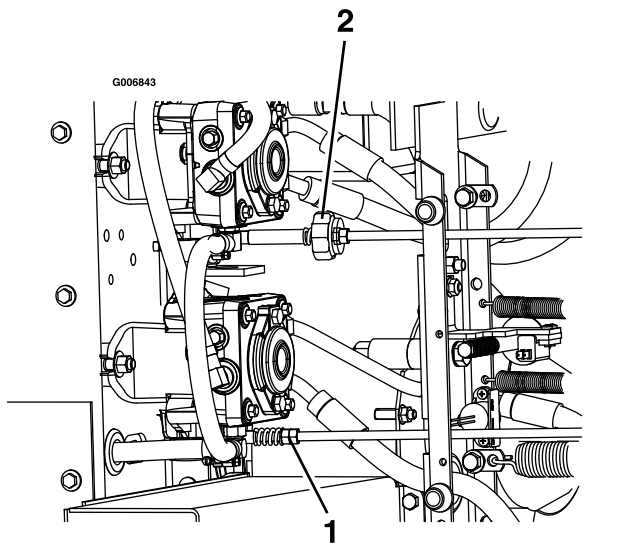

Figura 55
9. Para obtener la posición de PUNTO MUERTO, ajuste los acoplamientos izquierdo y derecho de las varillas de control de la bomba, que conectan el control de dirección a los brazos de control de la bomba, hasta que las ruedas se detengan o se muevan ligeramente hacia atrás (Figura 55).
11. Ajuste el acoplamiento de la bomba derecha usando una llave para girar las tuercas dobles del conjunto (Figura 55)